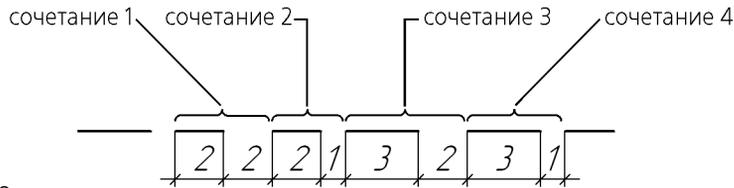

Рис. 131.9. Сочетания штрихов и промежутков в прерывистых линиях штриховки Термопласт
Группы 3–6 содержат прерывистые линии. Все они образованы одинаковыми сочетаниями штрихов и промежутков. Эти сочетания, а также длины штрихов и промежутков показаны на рис. 131.9.
- 9.7. Линия состоит из четырех сочетаний штрихов и промежутков (см. рис. 131.9 на с. 936) В списке **Штрих-промежуток** по умолчанию содержится одно сочетание, длины штриха и промежутка в котором равны и составляют 1 мм. Введите в поле длины штриха и в поле длины промежутка значение 2. Это изменение будет передано в список **Штрих-промежуток**, а также отобразится в окне просмотра.
- 9.8. Нажмите кнопку **Добавить**. В списке появится второе сочетание штриха и промежутка. Отредактируйте его в соответствии с рис. 131.9.